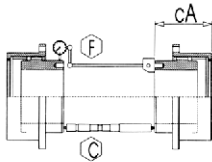
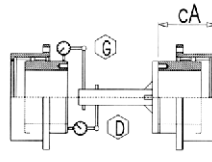

Fig.03
Fig.04
H.2 Calculez la valeur du désalignement angulaire en élaborant, suivant le schéma ci-après, les mesures du parallélisme de tête entre les surfaces frontales de référence des deux moyeux. Pour les accouplements avec entretoise tubulaire ou arbre oscillant, cette opération pourra être exécutée en utilisant un comparateur d'intérieur placé comme **C** en Fig. 03 ou un comparateur placé comme **D** en Fig. 04 ou **E** en Fig. 05. La différence maxi entre deux valeurs mesurées à 180° représente le ΔA . Calculez la valeur du désalignement parallèle en exécutant, suivant les tableaux, une mesure de l'excentricité réciproque entre les diamètres de référence des deux moyeux. L'excentricité des moyeu sera mesurée en utilisant un comparateur placé comme **F** en Fig. 03, **G** en Fig. 04 ou **H** en Fig. 05. Les accouplements avec entretoise, qui ont une distance entre les centres des dentures élevée, nécessitent d'une précision d'alignement inférieure par rapport aux accouplement normaux; de toute façon, assurez-vous que l'ensemble de l'appareil de contrôle, pendant une rotation de 360°, n'a pas de jeux et, après, mesurez l'excentricité mini et maxi. La différence maxi relevée représente le ΔP .